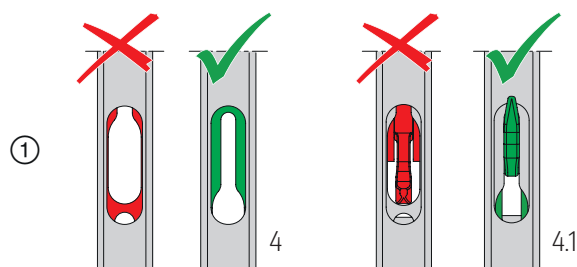

Abb. 57
**Hinweis:** Die Darstellungen zeigen die Getriebeverlängerung und das Getriebe für Bolzen, die Arbeitsschritte sind für alle Getriebearten gleich. ① Getriebe 4/4.1 in Verschlussstellung (abgesenkte Position) bringen; **Abb. 57.** ② Riegelverbindungsstück von